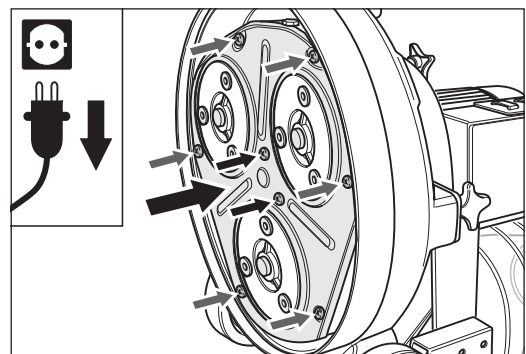

Abb. 89 Das Abdeckblech an die Schleifhaube ansetzen und mit allen acht Schrauben gleichmäßig festschrauben.
- 7 Setzen Sie das Abdeckblech an der Schleifhaube an. Der Dichtfilz am Abdeckblech muss sich gleichmäßig um die Tellerriemenscheiben anlegen. Montieren Sie zuerst die zwei inneren Schrauben und ziehen Sie diese **noch nicht** fest an (Abb. 89).